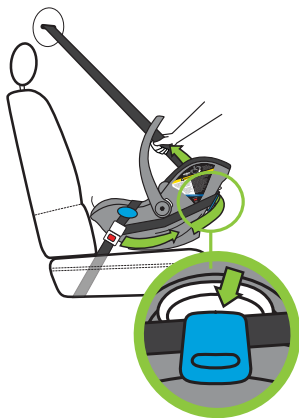

Figure 77
- Avec une main tenant fermement la ceinture d'épaule pour qu'elle ne se rétracte pas, enroulez-la autour de l'arrière du porte-bébé avec l'autre main et glissez la ceinture dans le guide bleu, comme illustré à la **Figure 77**.